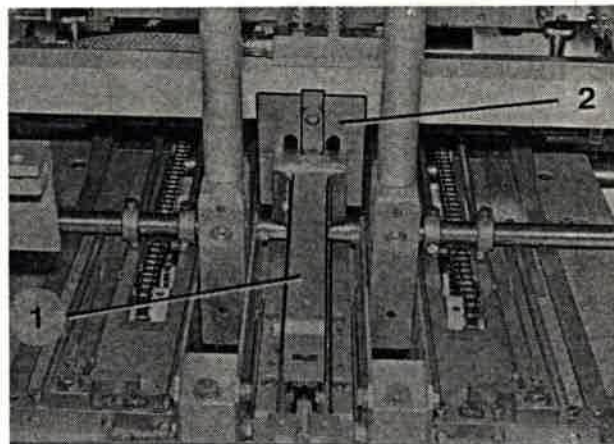

Bild 259
1. Position des Messerhalters (Bild 259/1) zur Halteplatte (Bild 259/2) kennzeichnen.